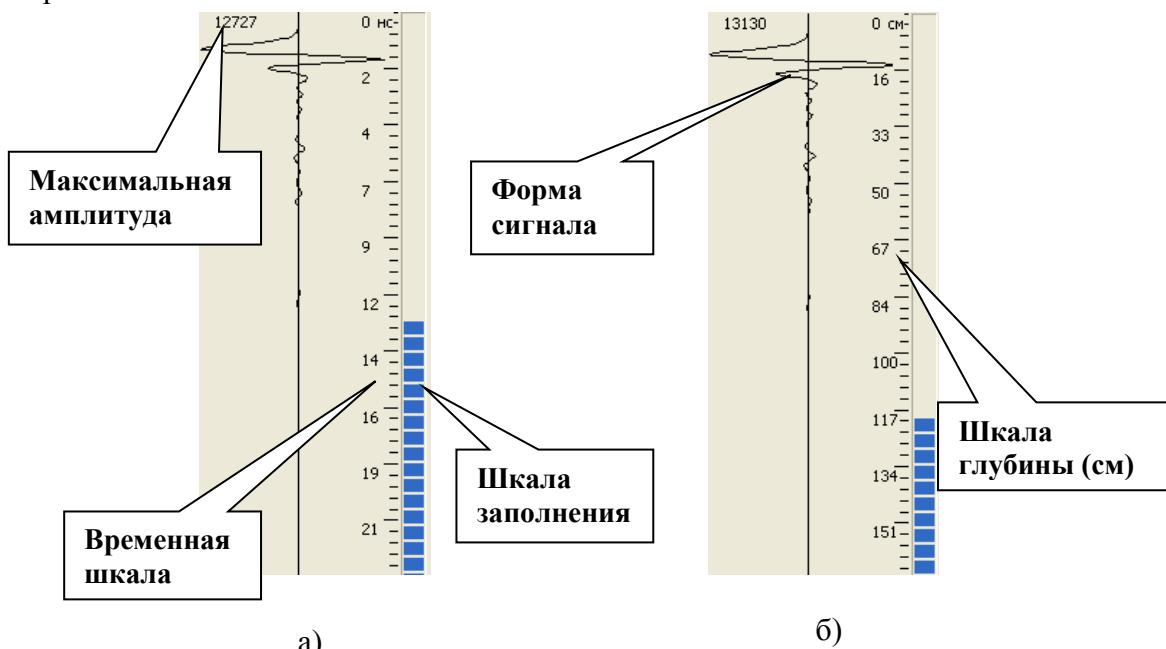

Рис. 3.7 - Осциллограмма в окне сканирования
В левой части окна сканирования отображается осциллограмма принятой в текущий момент времени трассы (Рис. 3.7). В этой области кроме формы сигнала отображается его максимальная амплитуда и вертикальная шкала, которая может быть выражена в наносекундах (Рис. 3.7, «а») или сантиметрах (Рис. 3.7, «б»), т.е. показывается время распространения электромагнитной волны в среде или глубина прохождения этой волны. Для переключения вида шкалы с наносекунд на сантиметры нажмите на нее левой кнопкой мыши.
**«Кол-во трасс в профиле»** - данный параметр ограничивает количество трасс в записываемом профиле. Трассы записываются в буфер программы до тех пор, пока их величина не достигнет установленного значения, все трассы, принятые программой после этого запоминаются не будут (исключением является режим непрерывного сохранения – раздел 3.5.2). Шкала заполнения (Рис. 3.7) позволяет визуально оценить остаток трасс для записи, полная закраска синим цветом означает достижение максимального значения.